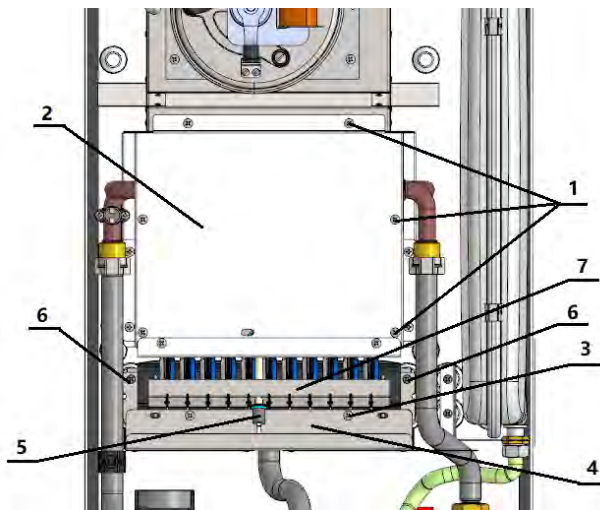

Рис. 9 Демонтаж блока горелочного
- отвернуть 6 саморезов (1) и снять переднюю стенку камеры сгорания (2) см. рисунок 9;
- снять кабель с электрода (5) и вытащить его из экрана (4);
- отвернуть 2 самореза (3) и снять экран (4);
- Ключом рожковым S30 открутить гайку газовой трубы от коллектора блока горелочного (7);
- отвернуть 4 самореза (6), снять блок горелочный (7), потянув его на себя.